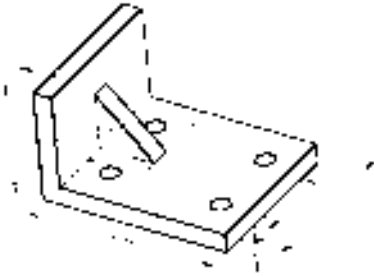

图 13.10.1 创建实体模型 (一)
8. 创建并标注图 13.10.1 所示的三维实体模型（未注尺寸，读者可自定）。